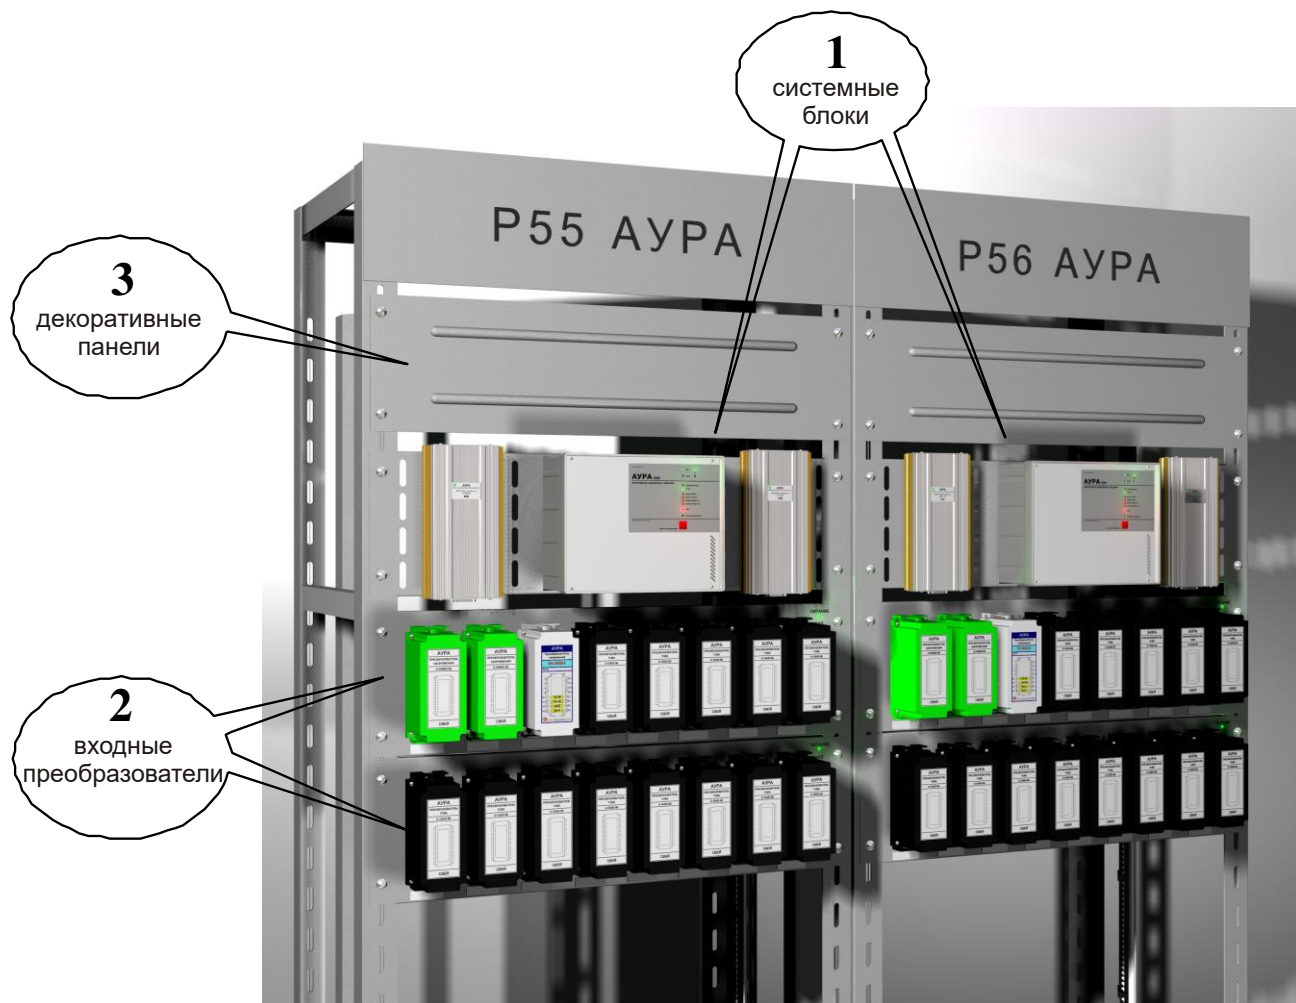
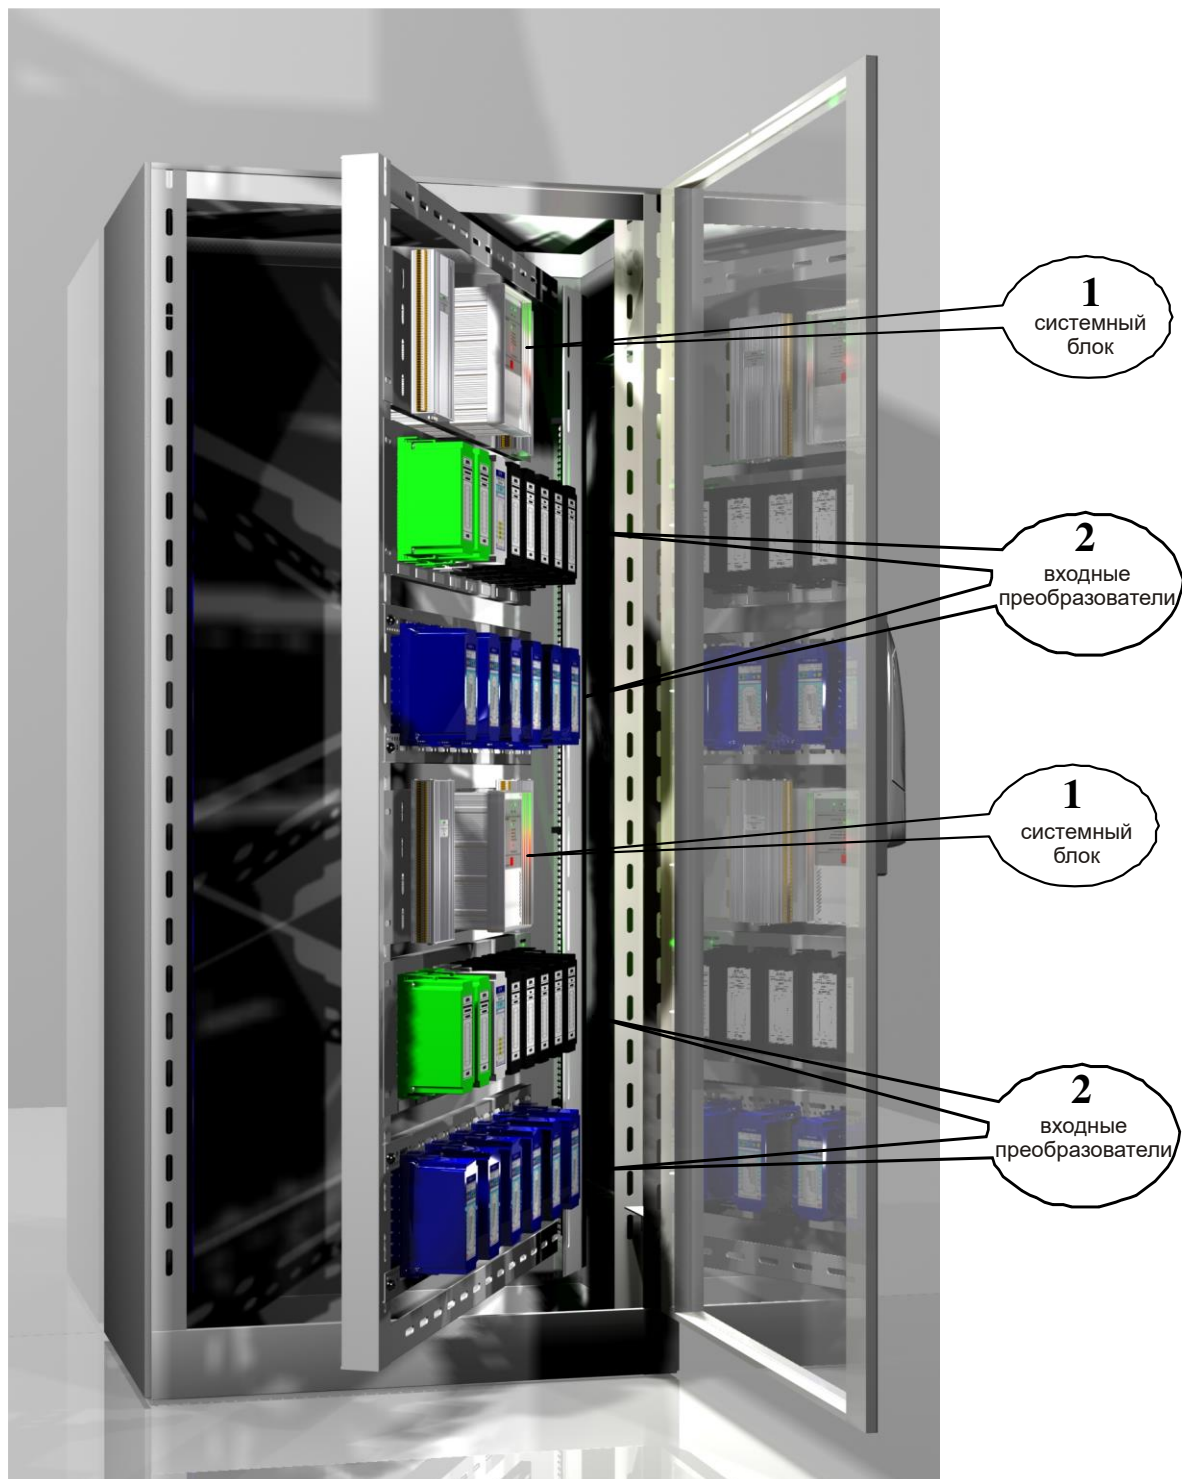

Рисунок 17. Монтаж ПТК «АУРА-07» на универсальных панелях.
Рисунок 18. Монтаж ПТК «АУРА-07» в шкафах.
На лицевой стороне (см. рисунок Рисунок 17) устанавливаются системный блок (1), входные преобразователи (2). Не занятые оборудованием места закрываются декоративными панелями(3), которые включаются в поставку, как дополнительное оборудование. Для удобства обслуживания ПТК «АУРА-07» устанавливается на уровне лица человека - 1500÷1600 мм.
замаркированных согласно проекта привязки для конкретного объекта и расположения блоков на панелях. На рисунках Рисунок 17 и Рисунок 18 приведены примеры установки оборудования на панели и в шкафу. По заказу оборудование может устанавливаться в шкафах с климат-контролем и регулировкой температурного режима.